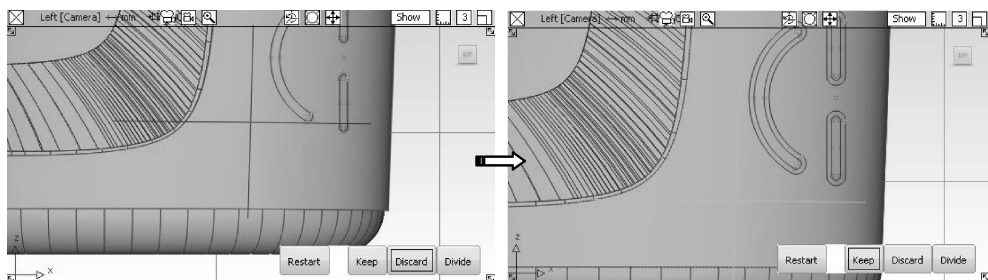

图 4-127 剪切曲面
- 59 选择【Pick nothing】工具，取消对曲面的选择。将曲面着色显示，选择【Trim】工具，启用【3D Trimming】选项，在【Left】视窗中，将刚刚创建的内侧曲线作为瓶身主体的投影曲线，将三条内侧关键点曲线作为偏移面的投影曲线，剪去瓶身的投影曲线内的曲面，保留偏移面投影曲线内的曲面，如图4-127所示。